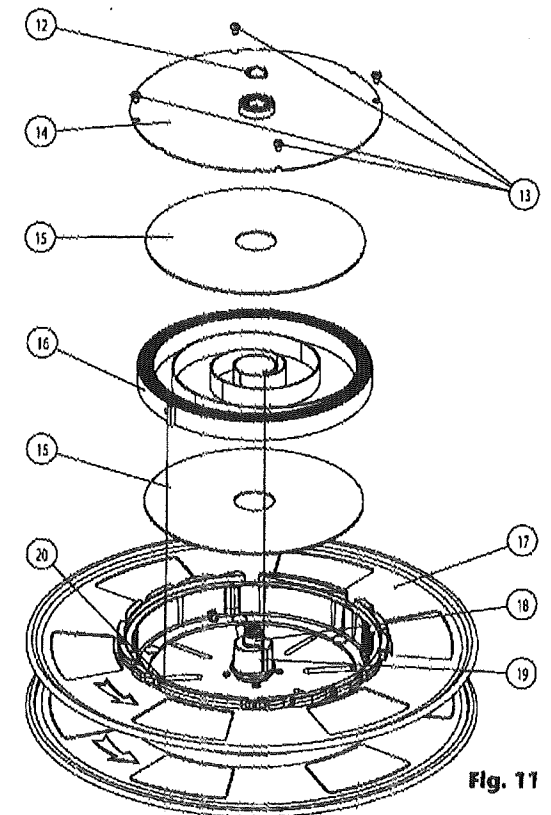

Fig. 11
7. With the spool lying flat, remove the circlip (12) (fig. 11) from the shaft. Next, loosen the bolts (13). Carefully lift up the power spring cover (14) which will come out with the bearing, all together. Take apart the silencer disc (15), and finally disassemble the power spring (16). Be careful to avoid remove the spring fixation (19) which could be slightly held to the power spring.
9. Apply a light coat of grease inside the spring case and cover. Carefully install the new power spring. Be sure, the power spring hooks are aligned with the spool (20) (fig. 11) and spring fixation (19) (fig. 14) hooks.
10. Once the power spring is in the case, assemble the silencer disc (15) (fig. 11) and the lid (14) (fig. 11).
11. Be sure the cover is aligned with the adjacent piece (the slots must be aligned). Then, fasten the lid with the bolts (13) (fig. 11).
12. After placing the lid, assemble the circlip (12) (fig. 11) and then, place the spool assembly on the hose reel frame.
7. Con el tambor apoyado en una superficie plana, retire el Circlip (12) (fig. 11) que fija el eje. Seguidamente, afloje los tornillos (13). Extraiga con cuidado la tapa (14) que saldrá junto con el rodamiento. Retire el disco silenciador (15) y seguidamente el resorte (16), tenga cuidado de no extraer la fijación resorte (19) que estará ligeramente sujeta al centro del resorte.
9. Aplique una ligera capa de grasa en el habitáculo para el resorte, y proceda a instalar el nuevo resorte tomando las mismas precauciones. Asegúrese de que los ganchos del resorte coinciden correctamente con los ganchos del tambor (20) (fig. 11) y de la fijación resorte (19) (fig. 11).
10. Una vez el resorte esté en el habitáculo, cubrirlo con el disco silenciador (15) (fig. 11) y con la tapa (14) (fig. 11).
11. Una vez colocada la tapa, girarla hasta que esté bien alineada con la pieza perimetral sobre la que encaja (las ranuras han de coincidir). Tras esto, apretar los tornillos (13) (fig. 11).
12. Tras montar la tapa, monte el circlip (12) (fig. 11) y lleve el conjunto tambor, al bastidor.